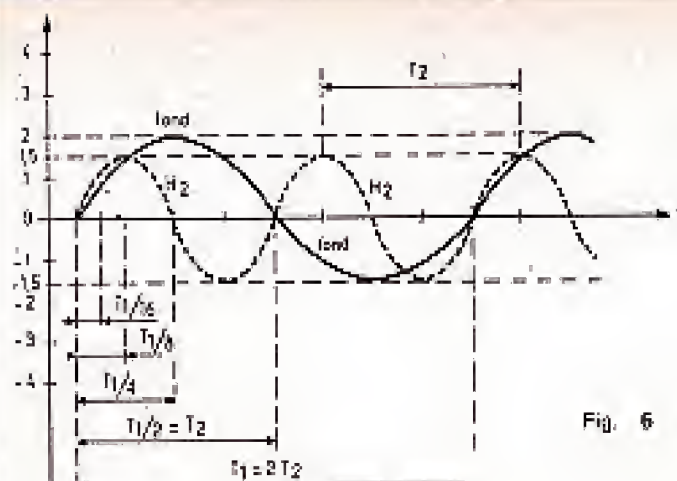

Fig. 6
Considérons deux tensions, l'une de fréquence $f_1 = 1/T_1$ et l'autre de fréquence $f_2 = 1/T_2$. Supposons que $f_2 = 2f_1$, ce qui implique que $T_1 = 2T_2$ ou $T_2 = T_1/2$. Sur la figure 6 on a représenté ces deux tensions sinusoïdales, celle à la fréquence f_1 est désignée sous le nom de fondamentale et celle à la fréquence $f_2 = 2f_1$ est l'harmonique 2, H_2 .
1) A la sortie, on constate que les deux tensions sinusoïdales partent de zéro en même temps et en augmentant. Dans ce cas, les tensions de sortie se présentent de la même manière que celles d'entrée. On pourra les représenter comme celles d'entrée (voir fig. 6).
Nous avons choisi justement les deux tensions « FOND » et H_2 de la figure 6, donc $n = 2$. Comme la tension périodique
Ainsi (voir fig. 6), on a trouvé :